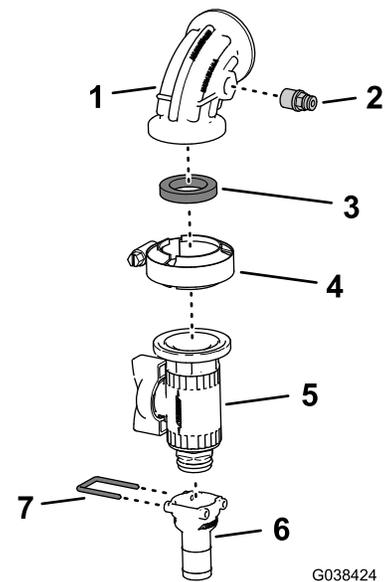

Figure 88
3. Retirez l'étrier qui fixe le raccord cannelé droit (3/4") à la vanne de coupure à bride et déposez le raccord cannelé (Figure 88).
4. Emboîtez le raccord de tube que vous avez retiré à l'opération 2 dans l'orifice de pression du raccord coudé à 90° (Figure 88).
5. Fixez la vanne de coupure à bride sur le raccord coudé à 90° (avec orifice de pression) et le joint (1" x 1 3/8") à l'aide du collier bride (40 à 64 mm), comme montré à la Figure 88.